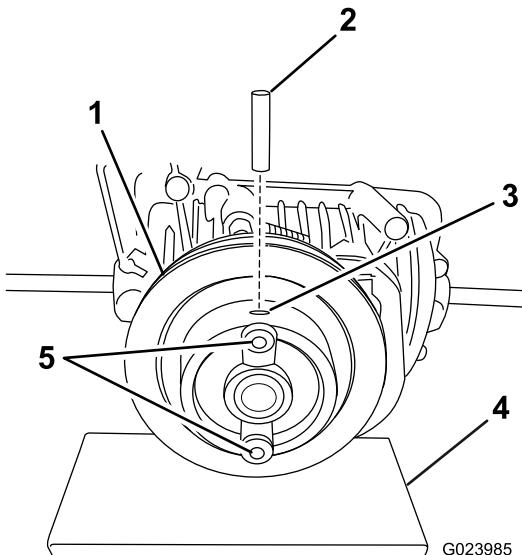

Рисунок 1
- Вставьте новый штифт в отверстие с любой стороны с помощью молотка и пробойника (Рисунок 1).
Примечание: Удерживайте шкив, когда будете вставлять штифт, чтобы не допустить приложения излишних усилий на входной вал (Рисунок 1).
5. Вверните два винта из комплекта в два отверстия, как показано на Рисунок 1.